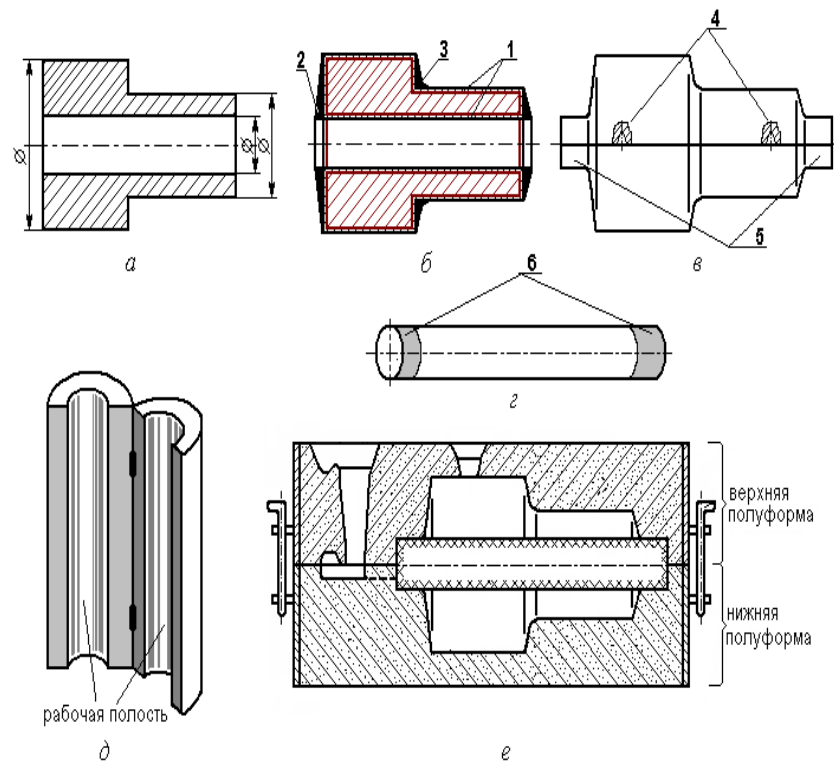

Рис. 2.5. Последовательность изготовления отливки:
**По чертежу детали** (рис. 2.5,а) строится *чертёж отливки* (рис. 2.5,б), которая отличается от детали размерами. Размеры отливки больше на величину *припусков* 1 на механическую обработку. *Формы уклонов* 2 и *скругление углов* 3 нужны для лёгкого извлечения модели из формы, без разрушения формы.
По чертежу отливки изготавливается модель (рис. 2.5,в), которая состоит из двух половинок. Разъём делается по плоскости симметрии. Половинки модели скрепляются коническими штырями 4.
Отдельно в стержневом ящике (рис. 2.5,д) изготавливается стержень (рис. 2.5,г), имеющий очертания отверстия в отливке. Стержень длиннее отверстия на величину знаковой части 6, а его поперечные размеры больше размеров отверстия на величину усадки.
На рис. 2.5,е изображена собранная форма (канал-питатель находится за плоскостью рисунка).